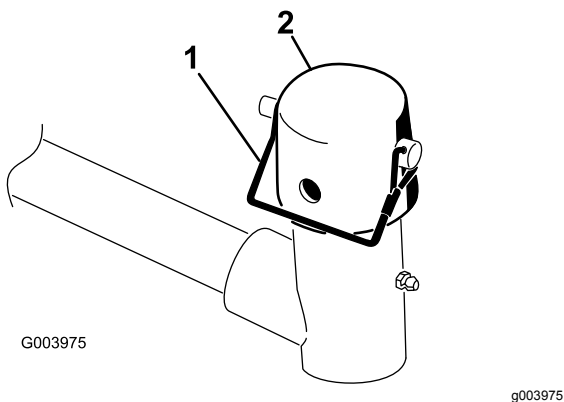

Figura 10
7. Retire el pasador de seguridad de la horquilla de pivote del brazo de elevación. A continuación, retire el tapón (Figura 10).
11. Sujete el tapón y el eje del bastidor de tiro a la horquilla del brazo de elevación con el pasador de alambre (Figura 10).